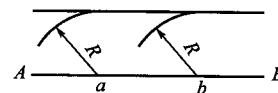

图 1-2 作定距离平行线
(1) 如图 1-2 所示。在已知线段 AB 上任意取两点 a、b(a、b 两点离 A、B 两点距离越远越好)。
(2) 分别以 a、b 为圆心，R 为半径在同侧垂直方向划弧 (R 为给定距离)。
(3) 作两圆弧顶点的切线，即为所求的平行线。